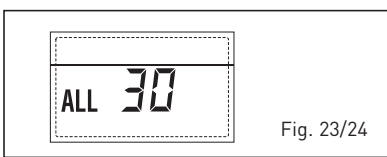

Fig. 23/24
- **ANOMALÍA SONDA IMPULSIÓN CASCA-DA "ALL 31" (fig. 23/25)**